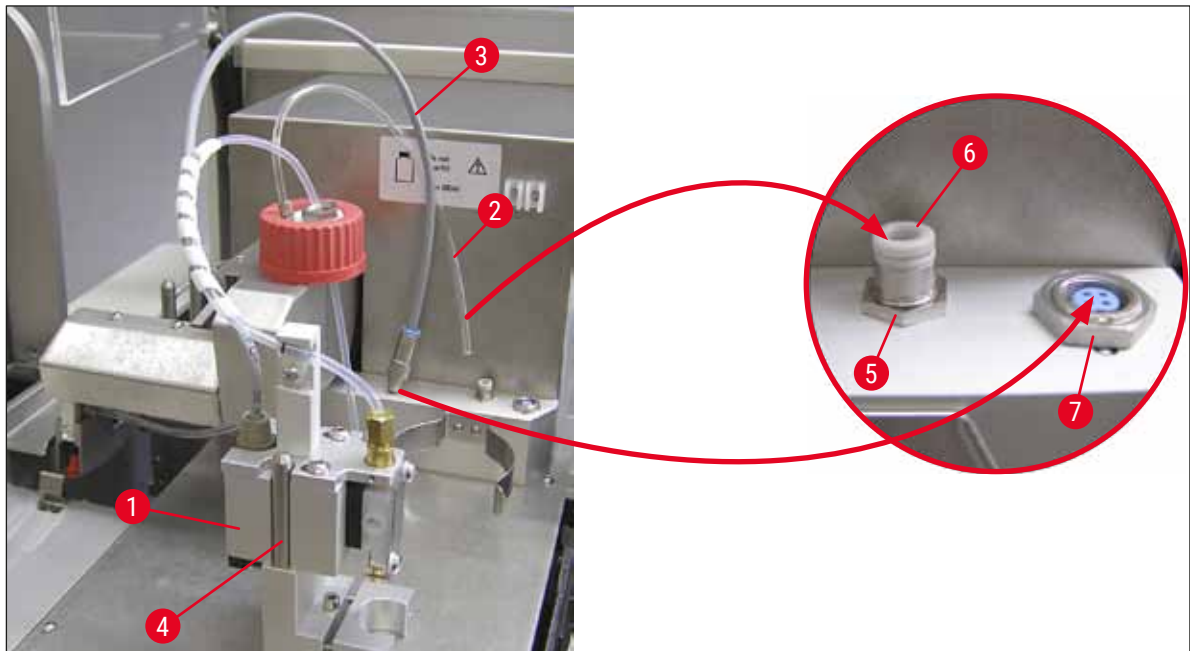

Fig. 11
2. Sæt dispenserens (→ Fig. 11-1) i holderen (→ Fig. 11-4) til prime-position (→ Fig. 11).